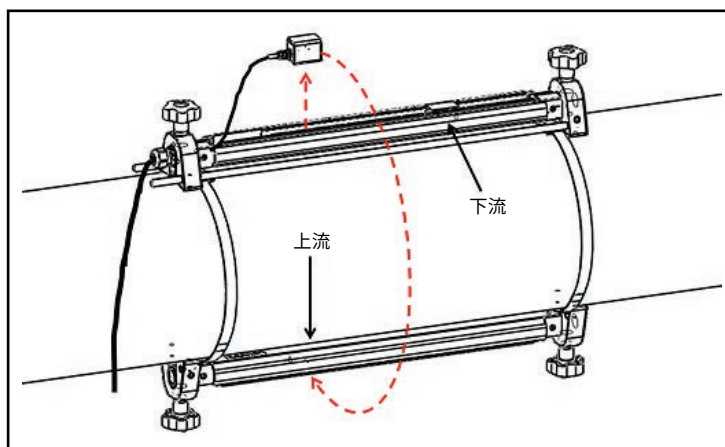

図 20：上流側トランスデューサの再配置
- b. 最初の治具から上流側のトランスデューサを取り外します（以下の図 20 を参照）。トランスデューサケーブルの接続を外し、ケーブルを 2 個目の治具に配線します。